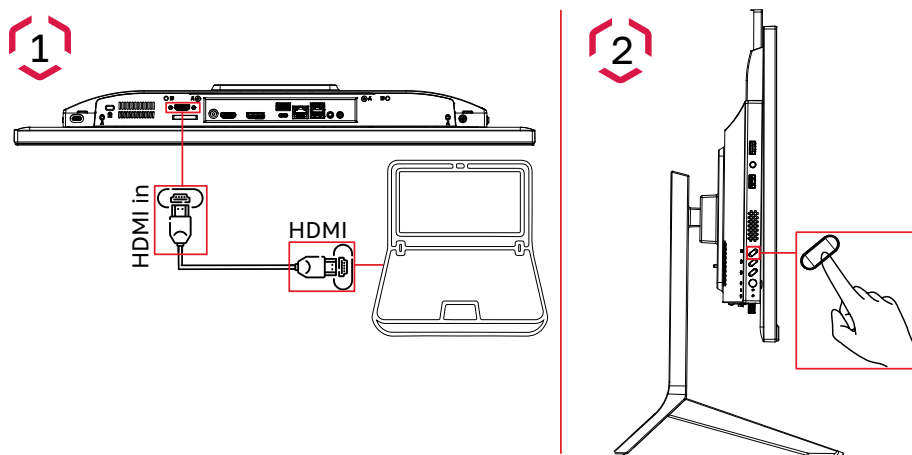

Рисунок 5 – Переключение в режим монитора
- подключить HDMI-кабель от источника сигнала к разъёму HDMI in моноблока (рисунок 5, позиция 1);
- нажать и удерживать кнопку выключения дисплея (не более 5 с) пока дисплей моноблока не переключится в режим монитора (рисунок 5, позиция 2). Для переключения в режим моноблока необходимо снова нажать и удерживать кнопку выключения дисплея (не более 5 с).